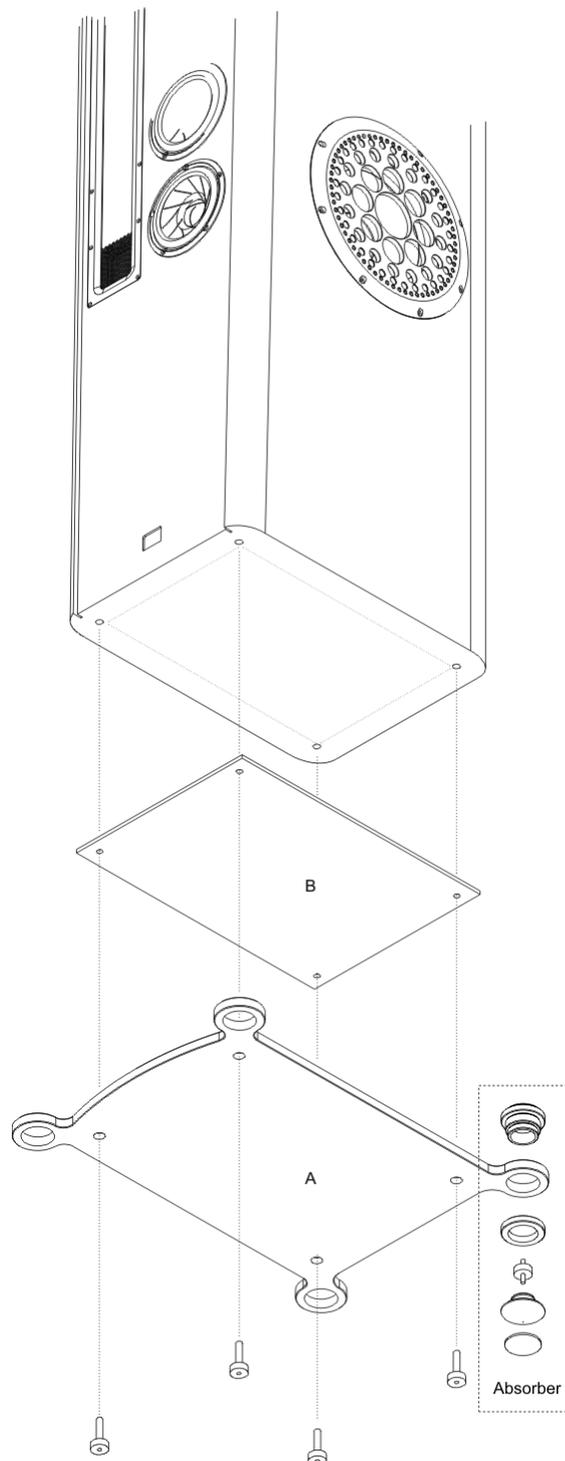

Abb. 2
- Bringen Sie die Sockelplatte auf einer weichen Unterlage wie in Abbildung 2 gezeigt in Position. Achten Sie dabei darauf, dass die Vertiefungen für die Schraubenköpfe auf der Unterseite der Sockelplatte vom Lautsprechergehäuse weg zeigen, und die abgerundete Seite der Platte nach oben (zur Schallwand zeigt) zeigt.
- Führen Sie nun die Schrauben von unten in die Sockelplatte (A) ein und versehen diese anschließend auf der Sockeloberseite mit der Zwischenplatte (B). Zur Befestigung ist es empfehlenswert, wenn eine Person die Sockelplatte anhebt und passend vor die Gewindebuchsen hält und eine zweite Person die Inbusschrauben Handfest eindreht.